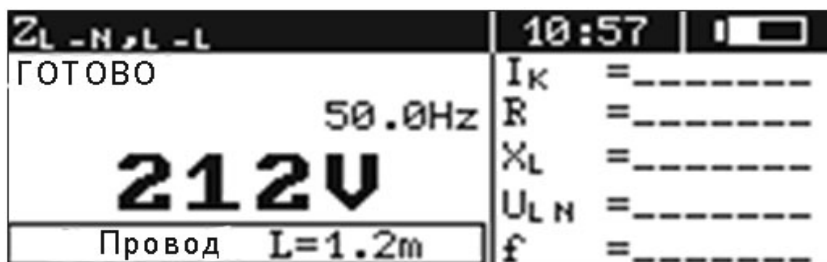
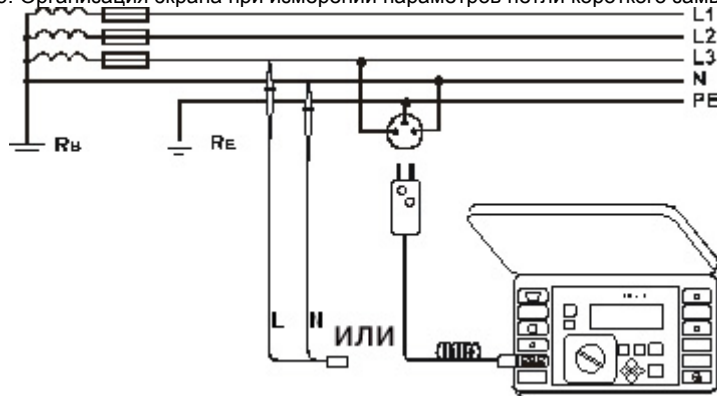
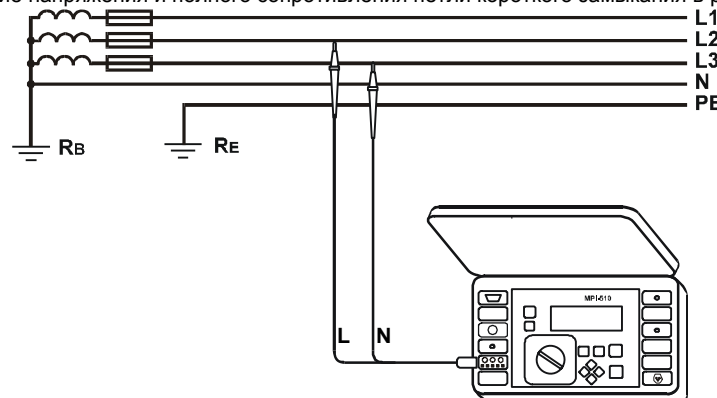

Рис.5. Измерение переменного напряжения для функции $U_{L-N, L-L}$, $Z_{L-N, L-L}$
Рис.10. Измерение напряжения и полного сопротивления петли короткого замыкания в рабочей цепи (L-N)
Рис.11. Измерение напряжения и полного сопротивления в рабочей цепи (L-L)
Измеритель фиксирует и показывает напряжение переменного тока и частоту сети во всех измерительных функциях за исключением R_{ISO} (для функции  -только напряжение). Напряжение измеряется для частоты в пределах 45..65 Гц как True RMS, без устранения (с учетом) возможной постоянной составляющей. Если частота измеряемого процесса не укладывается в указанных границах, то вместо ее величины показывается соответствующее сообщение: $f < 45$ Гц или $f > 65$ Гц. Только для функции $U_{L-N, L-L}$, $Z_{L-N, L-L}$ или U_{L-PE} , Z_{L-PE} напряжение отображается как главный результат (Рис.5). Измерительные провода следует подключить согласно Рис.10 или Рис.11.
- измерительные провода подключить согласно Рис.10, 11 или 12;
Последний результат измерения помнится до момента повторного нажатия клавиши  10 или смены положения переключателя [9]. После записи результата в память измеритель переходит в режим отображения напряжения (Рис.5) и линейка выбора параметров гаснет.